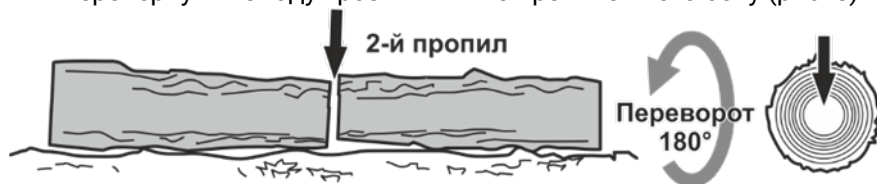

Рисунок 5. Схема остаточного розпили колоди з протилежного боку.
2. Перевернути колоду і розпиляти її з протилежного боку (рис. 5).